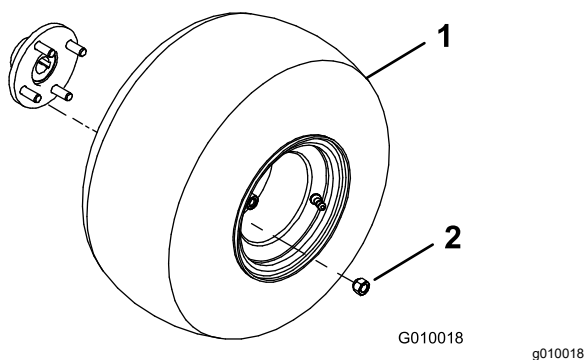

Рисунок 3
2. Установите колесо в сборе на каждую ступицу заднего колеса (Рисунок 3).
3. Установите контргайки (Рисунок 3) и затяните их с моментом 61–75 Н·м.